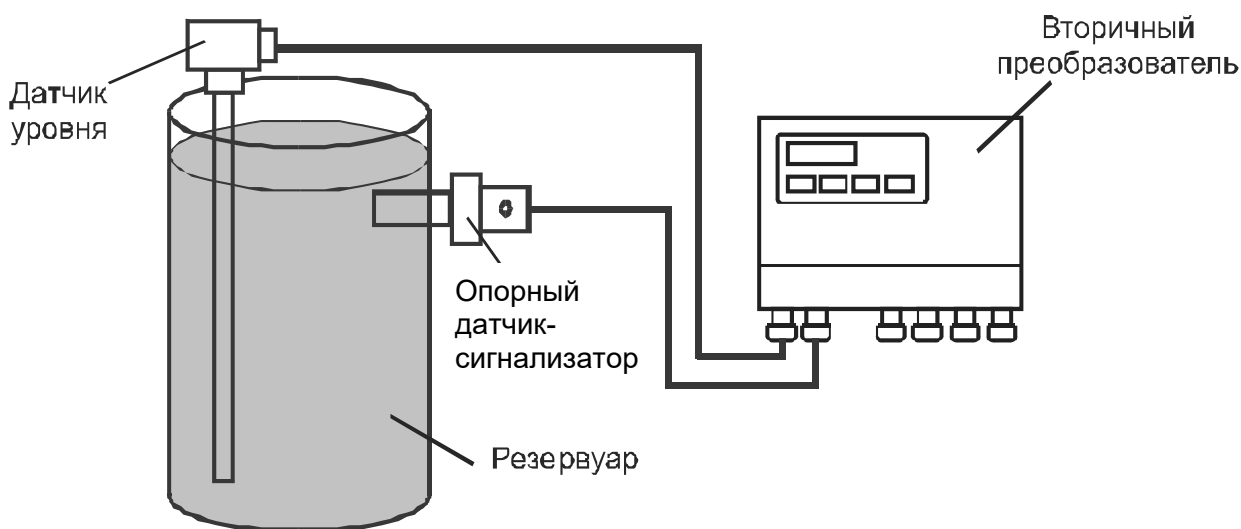

Рисунок 11 – Расположение датчиков на резервуаре
2.3.1 При калибровке прибора исполнения 3 “самонастраивающийся уровнемер” следует помнить, что по срабатыванию опорного датчика-сигнализатора происходит калибровка точки С2, поэтому значение точки С1 должно отличаться от уровня контролируемой среды, на котором находится точка срабатывания опорного датчика-сигнализатора, как минимум, на 60-70% (Приложение М). В идеальном случае наибольшая точность будет достигаться при срабатывании опорного датчика-сигнализатора на уровне 100% (рисунок 11).